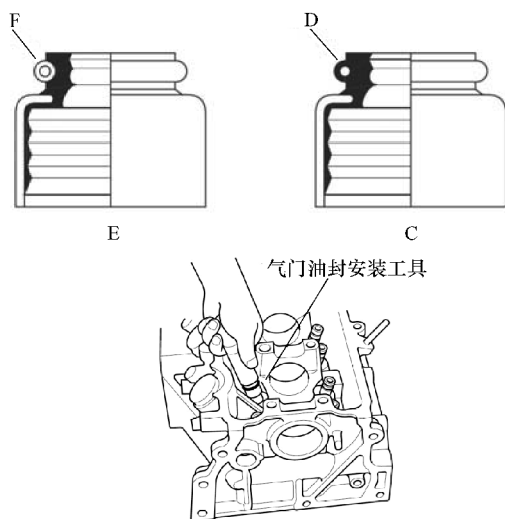

图 10-40 安装气门油封
4) 用气门油封安装工具安装新的气门油封, 如图 10-40 所示。